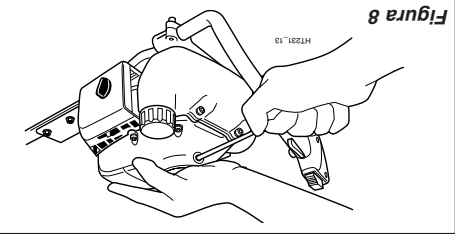

Figura 8
5. Ponga la máquina en el suelo. Sujete el motor por la cubierta con la mano izquierda y con la mano derecha, empuñe el mango del arranador. Consulte Figura 8.